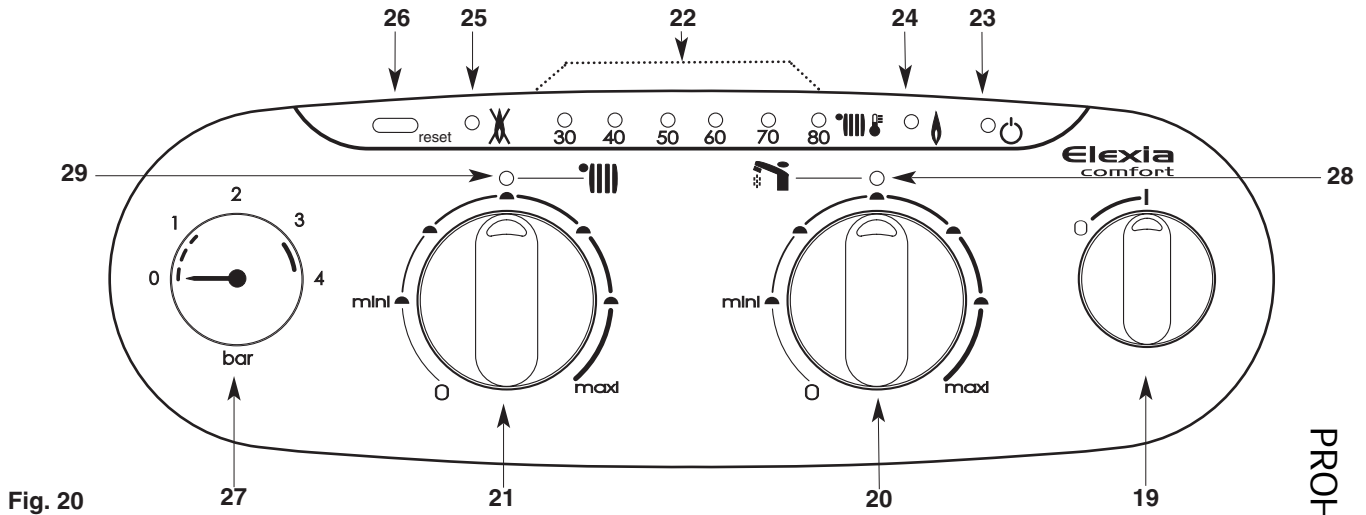

Fig. 20
### Tablero de mandos (fig. 20)
**Puesta en marcha** (fig. 20)